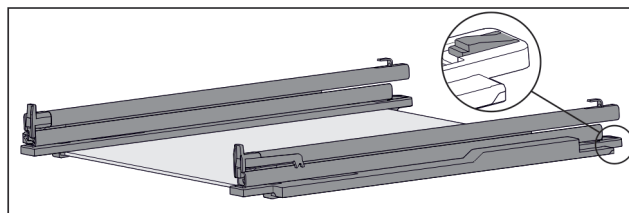

Fig. 155 Стекла́нная пластина с направляющими и крепежными элементами
- ▶ Крепежный элемент сзади прижмите вниз (см. Fig. 155) и одновременно отодвиньте направляющую назад.